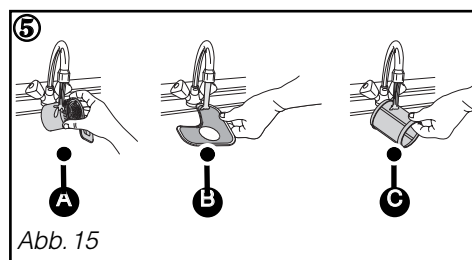

Abb. 15
② Den Siebeinsatz Ⓐ um eine Vierteldrehung aufdrehen und abnehmen.
③ Den Feinsieb Ⓑ herausnehmen.
④ Den Microsieb Ⓒ herausnehmen.
⑤ Die Filter Ⓐ, Ⓑ und Ⓒ sorgfältig unter fließendem Wasser reinigen (Abb. 15).